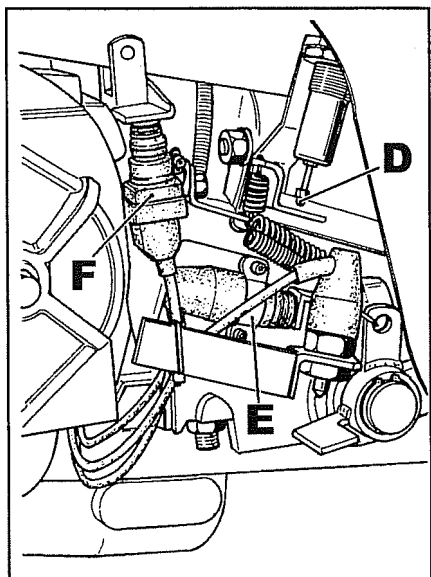
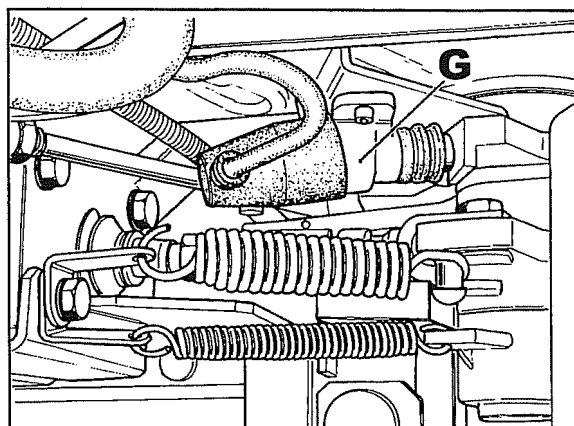

Fig. 5
Fig. 6
- 6.2 Controllare che non vi siano corpi estranei (terra o altro) sotto agli interruttori **E-F** fig. 5, rispettivamente dello stop e freno di stazionamento e all'interruttore **G** fig. 6 dell'innesto doppia trazione.
- 6.3 (per versione max) Effettuare lo stesso tipo di controllo sotto al puntale **D** fig. 5 del sensore, che va a sostituire l'interruttore **G** di fig. 6.
Verificare anche l'esatta registrazione dell'interruttore innesto doppia trazione **G** fig. 6, operando nel seguente modo:
Azionare i pedali freno accoppiati e contemporaneamente verificare l'accensione delle luci stop tramite l'interruttore **E** fig. 5.
Continuare l'azione frenante e verificare che il leveraggio che aziona il puntale dell'interruttore **G** fig. 6, allontanandosi effettui una corsa di 4-5 mm prima di arrivare alla massima estensione del puntale, fino a staccarsi di 1-2 mm ad azione frenante completa.
- 9 (Per versione max) Verificare l'esatta registrazione del puntale **D** fig. 5 del sensore freno operando nel seguente modo:
- 9.1 Azionare i pedali freno accoppiati e contemporaneamente verificare l'accensione delle luci stop tramite l'interruttore **E** fig. 5.